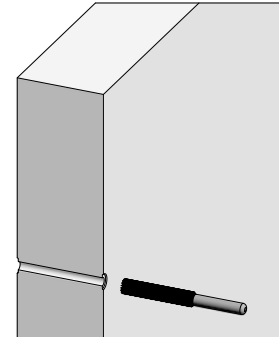

Fig. 78.2
1. Nettoyer le trou de banche : il doit être propre, sans saleté ni graisse, et présenter une surface bien lisse (Fig. 78.2).